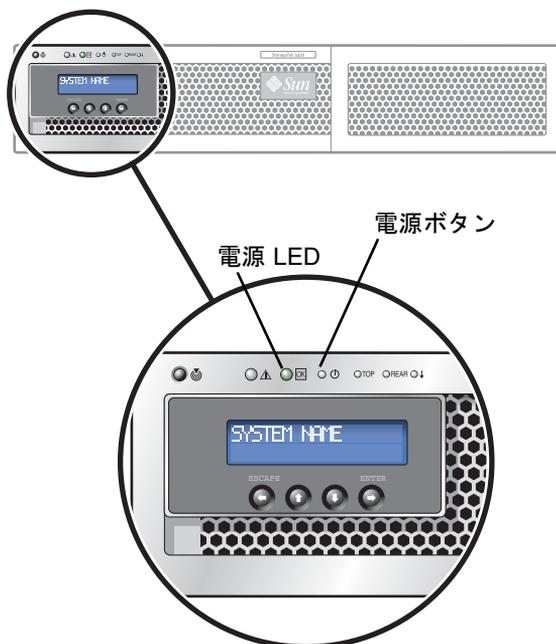

図 4-10 電源ボタンおよびフロントパネルの詳細
6. サーバー H1 (ソフトウェアシリアル番号の末尾が「-H1」) の埋め込み式の電源ボタンをペン先または同様の道具で押して、電源を入れます (図 4-10)。
10. サーバー H1 (ソフトウェアシリアル番号の末尾が「-H1」) の埋め込み式の電源ボタンをペン先または同様の道具で押して、電源を入れます。フロントパネルの詳細図は、図 4-10 を参照してください。
8. サーバー H1 (ソフトウェアシリアル番号の末尾が「-H1」) の埋め込み式の電源ボタンをペン先または同様の道具で押して、電源を入れます。フロントパネルの詳細図は、図 4-10 を参照してください。